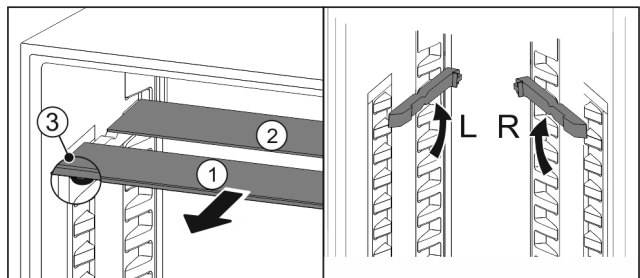

Fig. 52
- Glasplatten einzeln nach vorne herausziehen Fig. 52 (1).
- ▷ Glasplatte Fig. 52 (1) mit Zierleiste liegt vorne.
- ▷ Stopps Fig. 52 (3) zeigen nach unten.